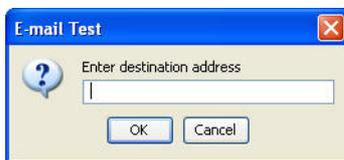

ABB. 139
2. Das in ABB. 139 gezeigte E-Mail-Testfenster erscheint. Geben Sie eine E-Mail-Adresse ein, an die die Testnachricht verschickt werden soll, und klicken Sie auf „OK“, um die Test-E-Mail zu senden.